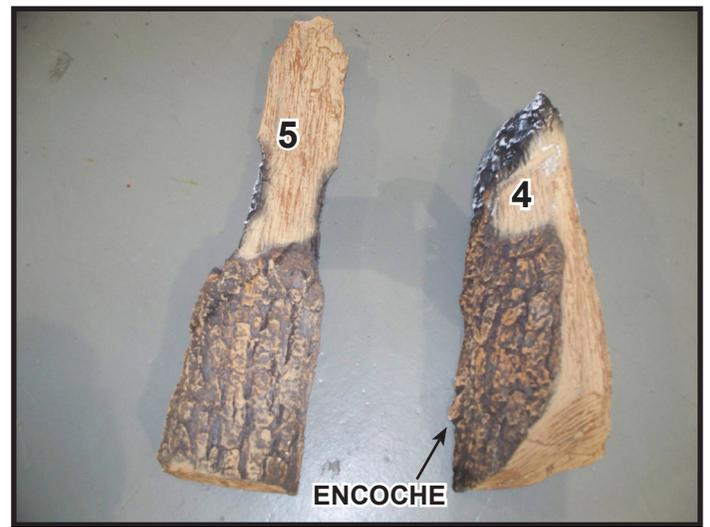

Figure 7.
**Bûche n° 4 (2282-704) :** Voir la figure 7. Placez la bûche n° 4 entre les dents de grille de la gauche et du centre. La base de la bûche n° 4 devrait reposer sur la brique réfractaire. L'encoche de la bûche reposera sur la dent de grille avant gauche et le haut reposera sur la rainure de la bûche n° 2. Voir la figure 8.